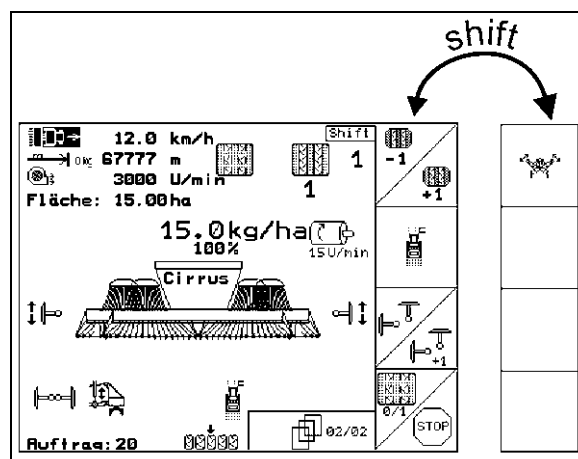

Рис. 10
- При нажатии кнопки Shift появляются дополнительные функциональные поля (Рис. 10) и соответственно изменяется назначение функциональных кнопок.